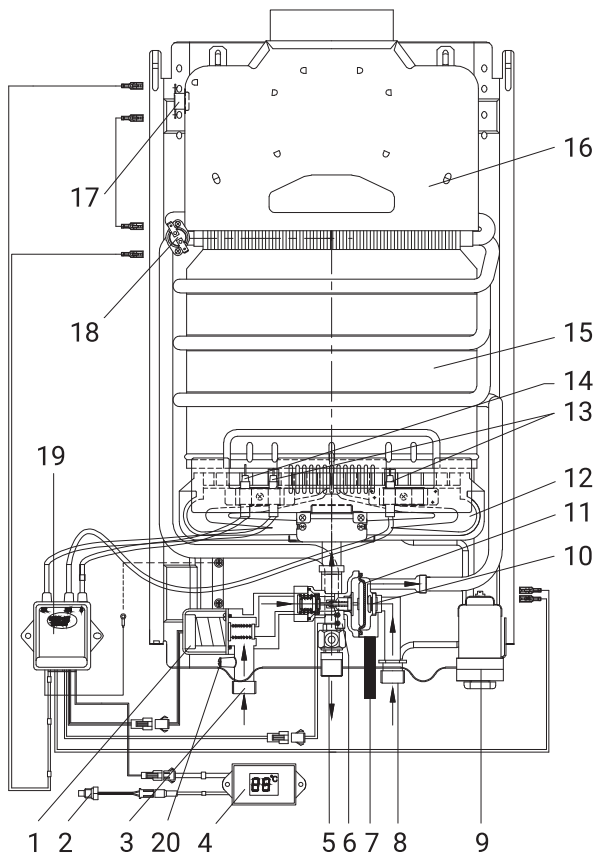

Рис. 7. Fiery 6/10 LPG
- открутите сливную заглушку (7 на схеме устройства, рис. 7, 8), для того, чтобы из водонагревателя вылилась вся вода;